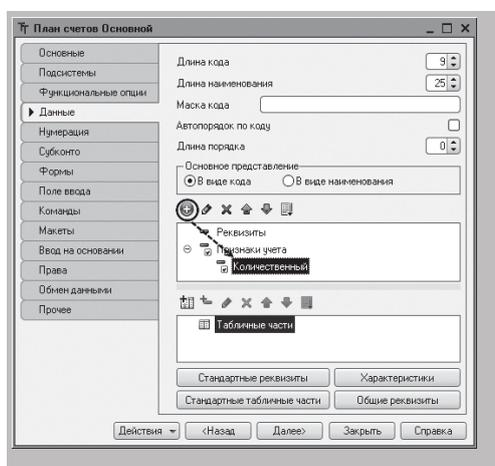

Рисунок 23.5 - Создание реквизита плана счетов в группе «Признаки учета»
- Материалы (10),
- РасчетыСПоставщиками (60),
- Дебиторская задолженность (62),
- Капитал (90),
- Производство (20).
2.2 Добавим новый объект конфигурации **План счетов**. Присвоим ему имя – **Основной**. **Свойство Представление списка** зададим как **Основной план счетов**. На закладке **Подсистемы** укажем, что план счетов будет отображаться в подсистеме **Бухгалтерский учет**. На закладке **Данные** выделим группу реквизитов **Признаки учета** и, нажав кнопку **Добавить**, создадим признак учета **Количественный** (рисунок 23.5).